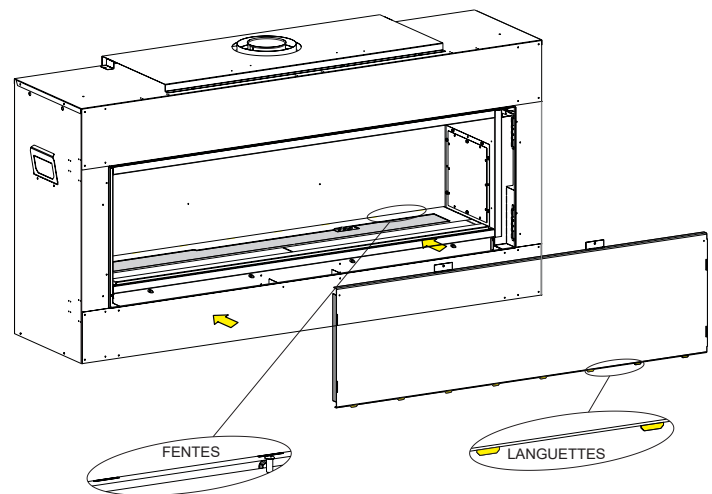

Figure 1
2. Monter le panneau arrière en alignant ses huit languettes sur les fentes arrière au fond de l'âtre. **REMARQUE** : Les huit fentes se trouvent derrière la plaque recouvrant le brûleur. **Voir Figure 1**.